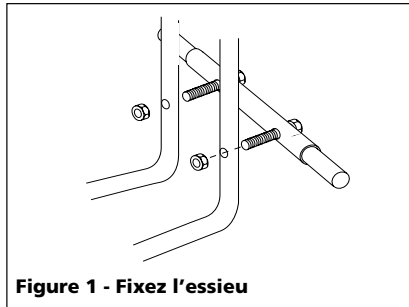

Figure 1 - Fixez l'essieu
- Mettez la pompe verticale et tenez la bien. Fixez l'essieu aux pieds du chariot en insérant les boulons pré-assemblés dans les trous des pieds du chariot. Fixez le tout avec un écrou de 1/4 po - 20 sur chaque boulon. Utilisez une clé de 7/16 po pour resserrer (Voir la Figure 1).